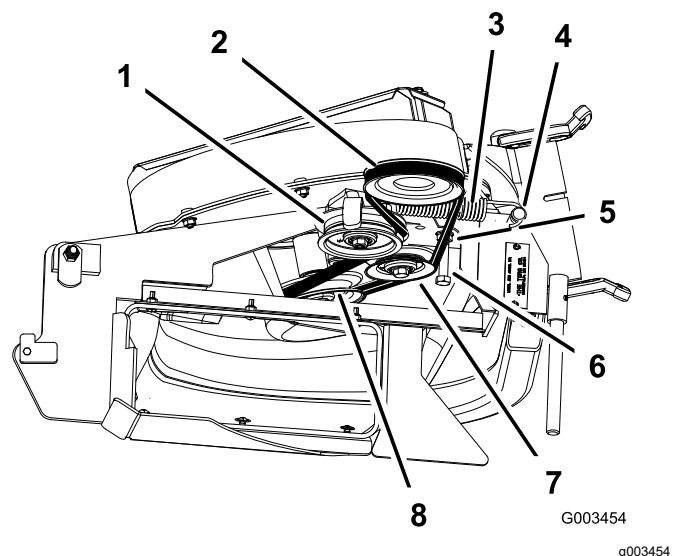

Figura 45
- Afloje el perno de guía de la correa (Figura 45).
- Instale la correa nueva alrededor de la polea del soplador (Figura 45).
- Apriete el perno de guía de la correa (Figura 45).
9. Coloque la correa sobre la polea tensora tensada con muelle (Figura 45).